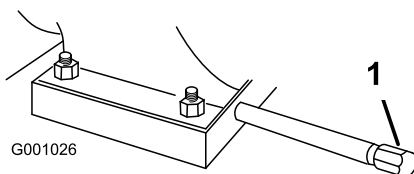

Figure 38
1. Nettoyez la surface autour du bouchon de vidange d'huile (Figure 38).